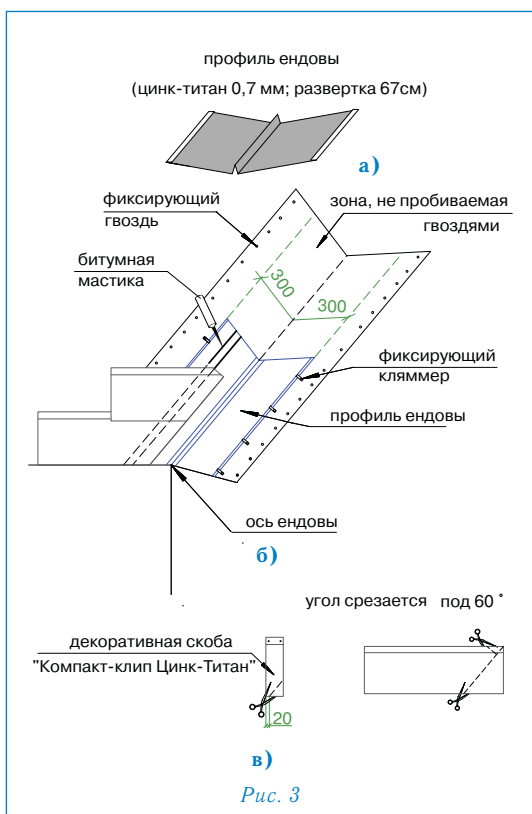

Рис. 3
### Ендова (рис. 3)
- ровно по центру ендовы устанавливается профиль ендовы (цинк-титан 0,7 мм, развертка 67 см) (рис. 3а);
**Внимание: 1.** Необходимо также подрезать верхний уголок обрезанного края листа (см. рис. 3в) для правильного стока воды.
**4.** В случае, если скоба «Компакт-клип Цинк-Титан» приходится на место обрезки листа, можно либо обрезать накладку, оставив минимум 2 см в нижней части (рис. 3в), либо произвести укладку листов без использования накладки.